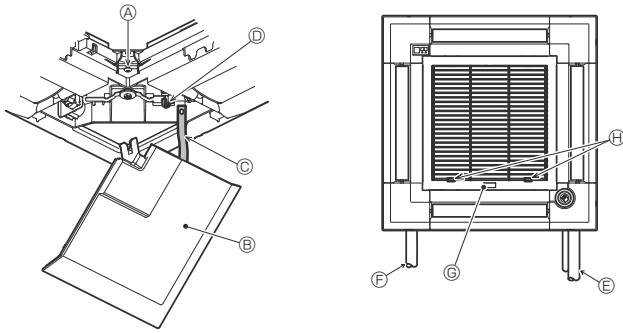

Fig. 7-12
7.5. Anbringung des Ansauggitters (Fig. 7-12)